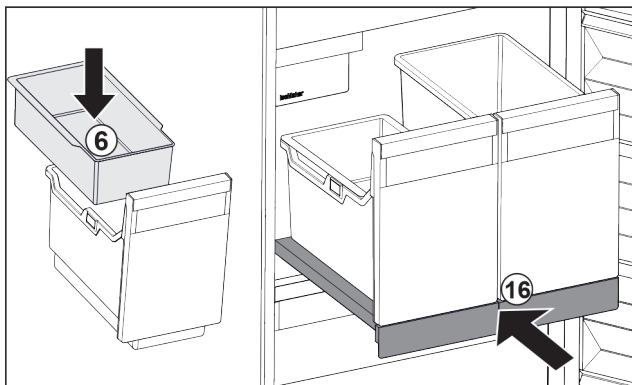

Fig. 48
- ▶ Sett inn brettet Fig. 48 (6) for isbiter.
- ▶ Skyv inn uttrekksplaten med beholder (IceTower). Fig. 48 (16)